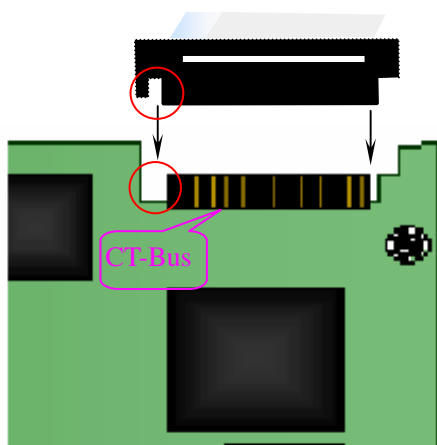

图 2-11 H.100 总线接线方法
- ① 连接时需注意各插头按同一方向插入，不要扭转，如图 2-11 所示。